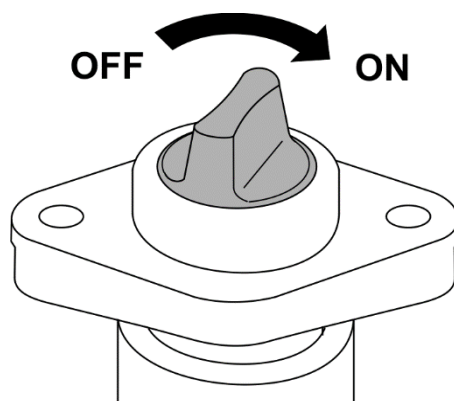

РИСУНОК 4.26 Главный выключатель пульта управления
Чтобы включить питание, нужно повернуть главный выключатель (РИСУНОК 4.26) в направлении по часовой стрелке до положения (ON) - включено. Выключатель размещается на питающем проводе пульта управления.